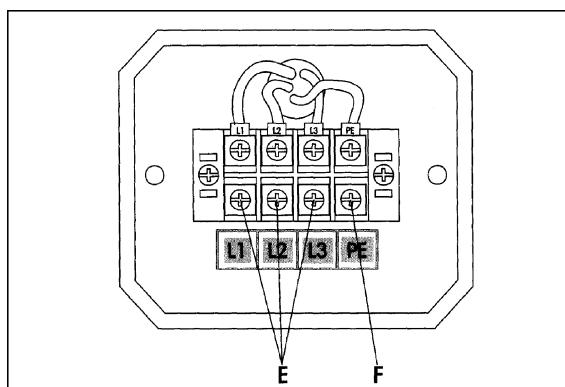

Рисунок 16
4. Соедините три провода L1, L2 и L3 с клеммами, как показано на рисунке (E, Рис. 16). Также соедините зеленый заземляющий провод с клеммой (F, рис. 16).